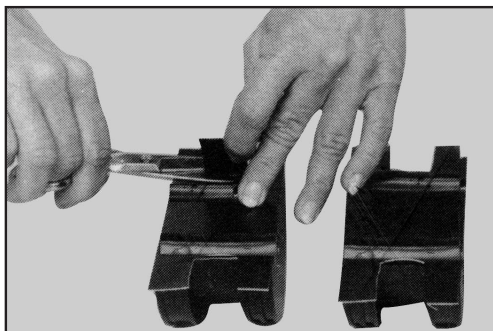

Figura 18
5.4 Quando o selante tornar-se pegajoso, aplique a fita de bandagem (parte branca para baixo) nas metades dos cabeçotes laterais, sem esticá-la, seguindo os contornos dos orifícios dos cabos. Corte a fita em forma retangular, livrando as áreas dos orifícios dos parafusos (figura 18).